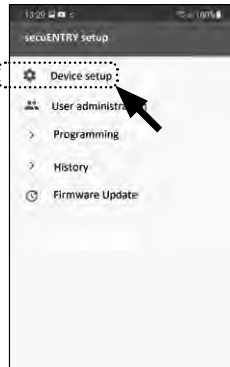

Abb. 24
- 3 Tippen Sie in dem Folgemenu auf „Device Setup“ (Abb. 24).